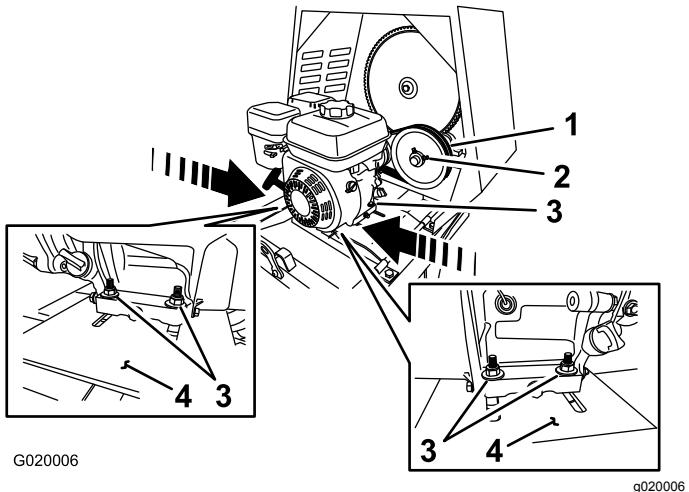

Figura 68
- B. Afloje los pernos y las tuercas que sujetan el motor a la chapa del motor (Figura 68).
- **Para aumentar la holgura**—Aleje el motor de la polea tensora (Figura 68).
- **Para reducir la holgura**—Acerque el motor a la polea tensora (Figura 68).